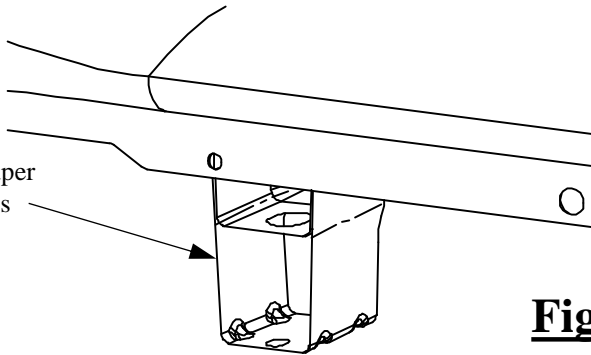

Figure 2
2. Détacher les deux (2) fiches du support de faisceau électrique situé sur la face intérieure du cadre côté conducteur, juste à l'arrière du réservoir d'essence.
3. Sur les caisses de camionnette de 6,5 pi seulement, et à l'aide d'une scie alternative, couper le prolongement fixé aux poutres de soutien de la caisse et qui chevauche le cadre de la camionnette. (Voir la Figure 2) Cela fera en sorte que les supports de cadre (2) et (3) puissent être posés sur l'extérieur du cadre. Nota : Il ne s'agit pas d'une pièce structurale de la caisse, elle est utilisée uniquement par le constructeur lors de l'assemblage.